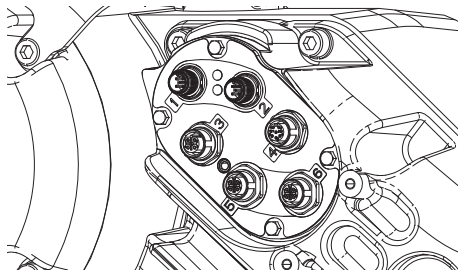

图 40
- 松开线夹 (CG)。
- 通过将驱动器壳内的线从线夹 (CG) 内拉出来取下这些线。
- 断开连接到驱动器 (AB) 一侧的端口 1-6 的电缆，如图 40。